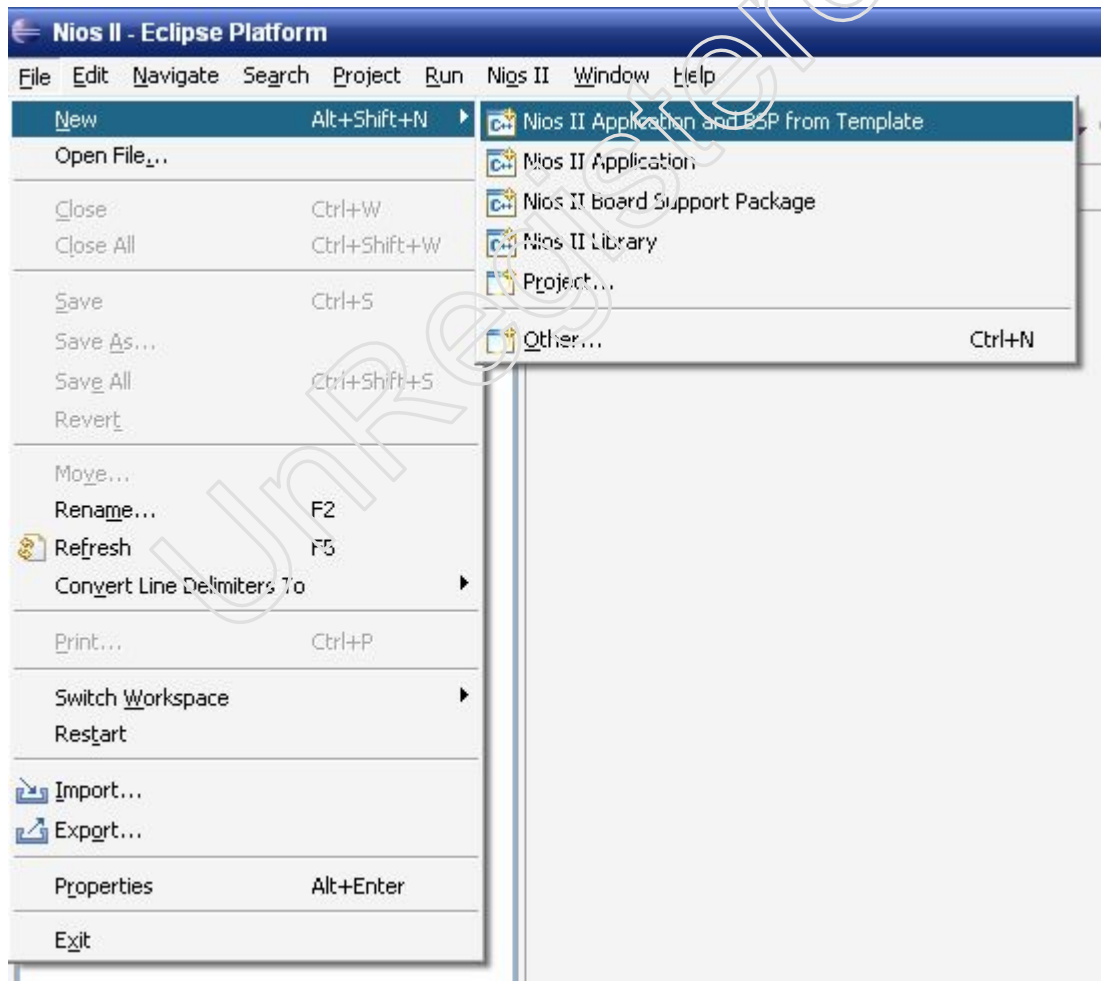

图 3.36 新建 NIOS2 工程
2. 如图 3.36 所示，新建一个 NIOS II Application and BSP from Template 工程。